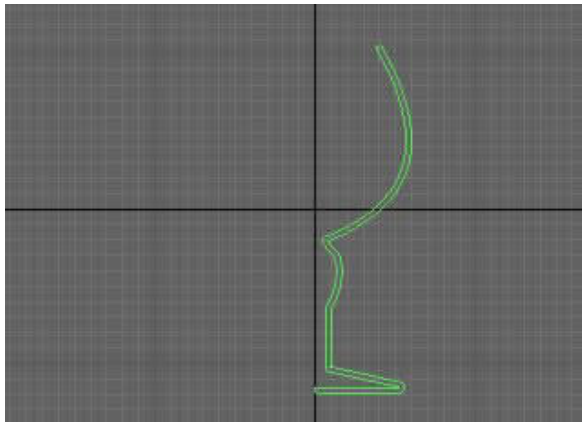

图 2-49 轮廓处理
Step 2. 进入样条线级别,使用轮廓命令对样条线进行厚度的处理,如图 2-49 示。